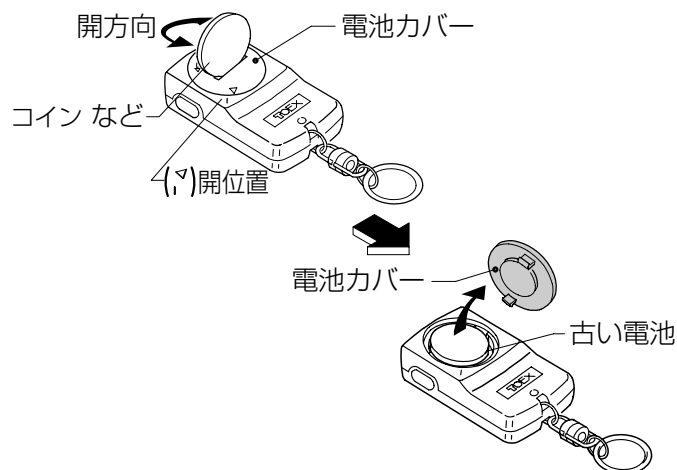

図1
①送信器裏側、カバーの溝にコイン等を差し込み、矢印開方向(反時計方向)に回して、電池カバーをはずします。(図1参照)